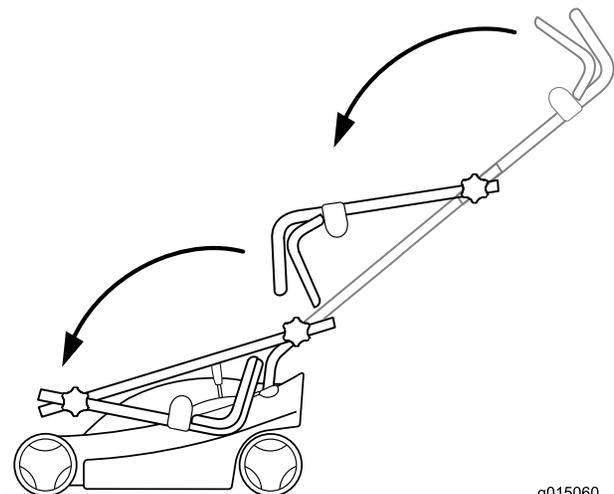
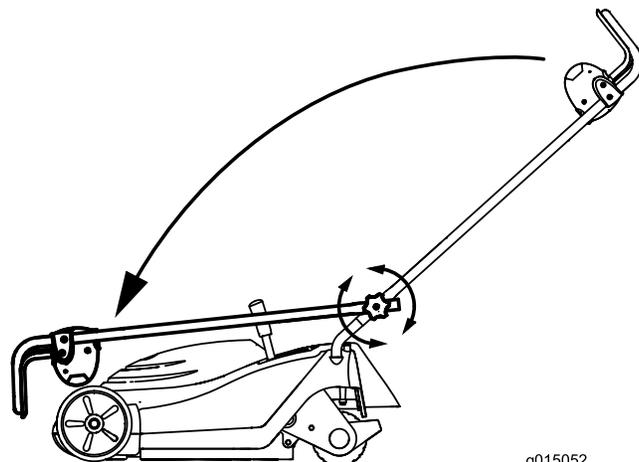

Bild 19
Bild 20
3. Klappen Sie den Bügel zusammen, wie in Bild 19 und Bild 20 dargestellt (abhängig vom Modell).